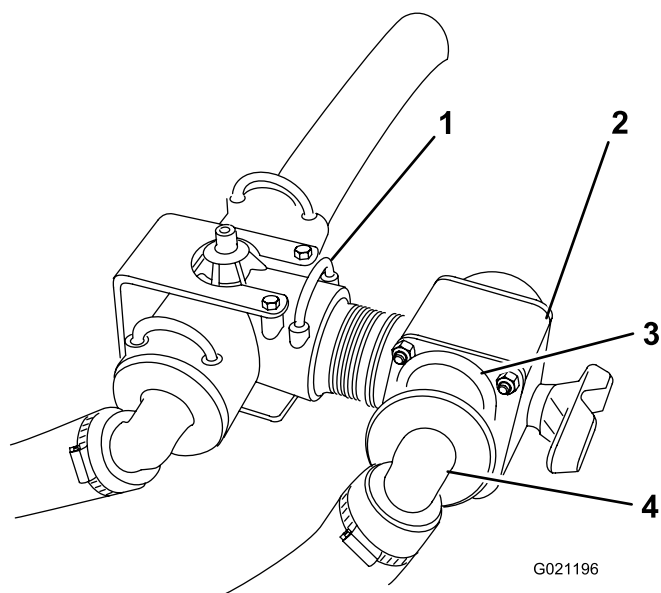

Figure 6
5. Branchez le flexible de rampe que vous avez débranché à l'opération 1 à l'orifice libre du distributeur de commande et fixez-le avec le dispositif de maintien que vous avez retiré à l'opération 1 (Figure 6).